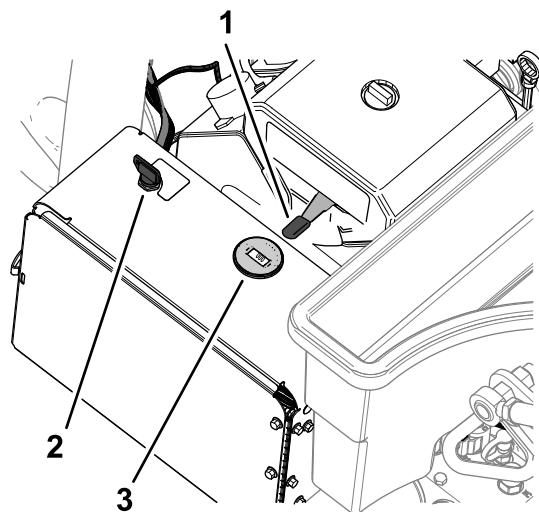

Figura 70
- Utilice el estarter (Figura 70) del siguiente modo: